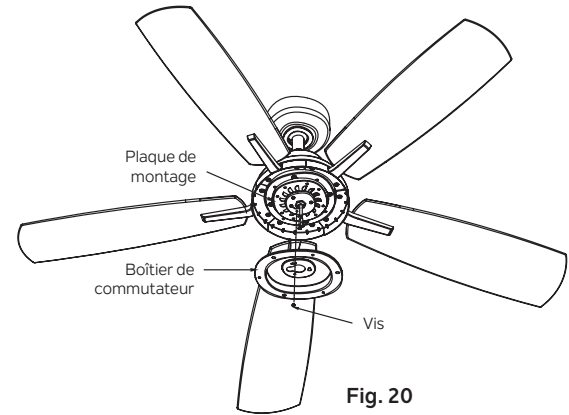

Fig. 20
Étape 1. Retirez la vis marquée d'une étiquette à points qui est préinstallée sur la plaque de montage et conservez-la pour une utilisation ultérieure. Desserrez les deux autres (ne les retirez pas). Placez les deux trous de fente sur le boîtier du commutateur sur les 2 vis précédemment desserrées depuis la plaque de montage. Faites pivoter le boîtier du commutateur jusqu'à ce qu'il se verrouille en place à l'extrémité étroite des trous de clé. Fixez en serrant les 2 vis précédemment desserrées et celle précédemment retirée. (Fig. 20)